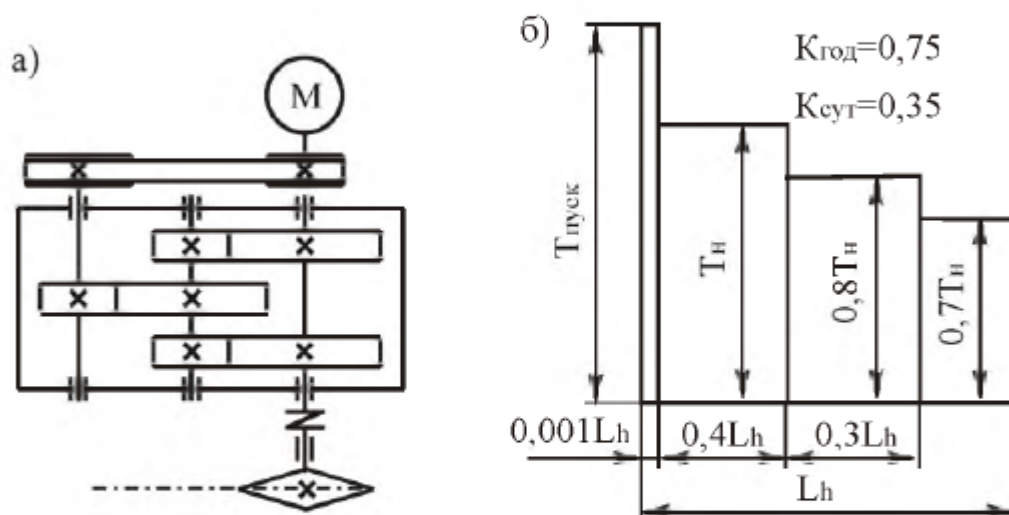

Рис. 6.9. Привод цепного конвейера:
**Тема 9.** Спроектировать привод цепного конвейера (рис. 6.9, табл. 6.9). Привод вала барабана цепного конвейера осуществляется от асинхронного электродвигателя общего машиностроительного применения через открытую клиноременную передачу и цилиндрический двухступенчатый редуктор. Тихоходная ступень редуктора выполнена с раздвоенным потоком мощности. Выходной вал редуктора соединен с валом тяговой звездочки упругой муфтой.